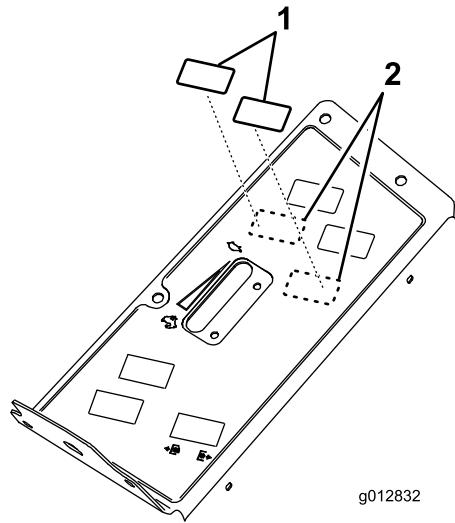

図 28
- コントロールパネルから打ち抜きプラグ2ヶ所を打ち抜いて外す図 28。